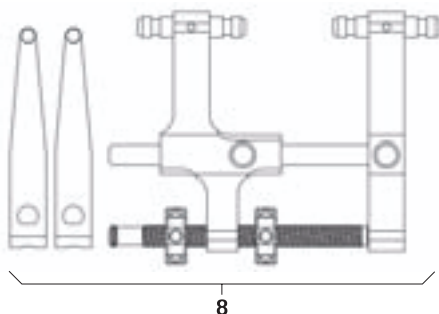

Fig. 14
- Montar o distractor **8** juntamente com as lâminas de distração, ver Fig. 14.